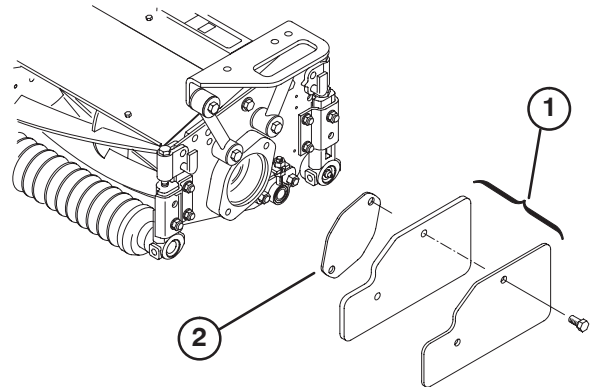
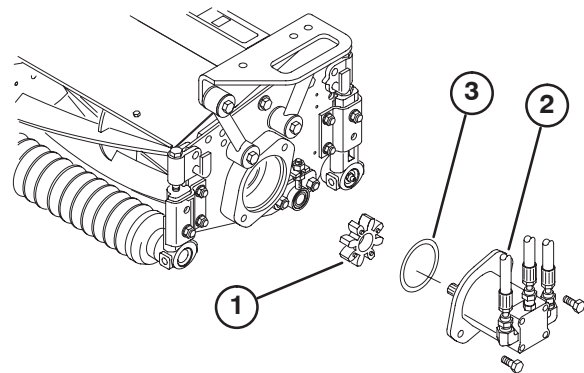

Bild 18
Bild 19
2. Nehmen Sie die Gewichte und die Dichtung (Bild 18) von der Innenseite des rechten Mähwerks ab. Nehmen Sie die Abdeckung vom Lagergehäuse außen am rechten Mähwerk ab und bauen Sie die Gewichte und die Dichtung ein. Ermitteln Sie die Position der Drehkreuzkupplung (Bild 19), die im Lagergehäuse geliefert wurde.